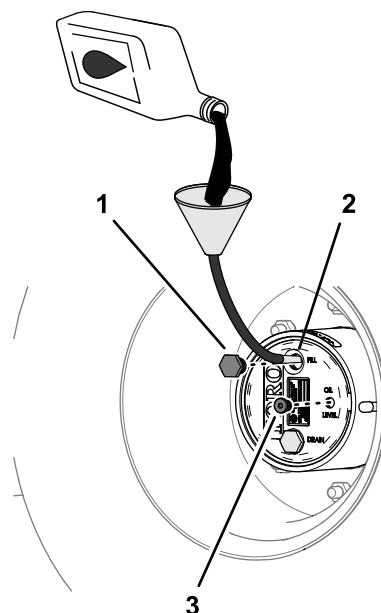

図 98
4. オイルの量が少ない場合は、補給プラグを取り、点検穴からあふれ出てくるまで所定のオイルを補給する 図 98 プラネタリギアドライブの潤滑油の仕様 (ページ 66) を参照。
6. 補給プラグと点検プラグを取り付ける 図 98。
1. 補給プラグの穴から、新しいオイルをゆっくりと入れる 図 98 プラネタリギアオイルの点検 \(ページ 66\)を参照。
3. 補給プラグと点検プラグを取り付ける 図 98 プラネタリギアオイルの点検 \(ページ 66\)を参照。